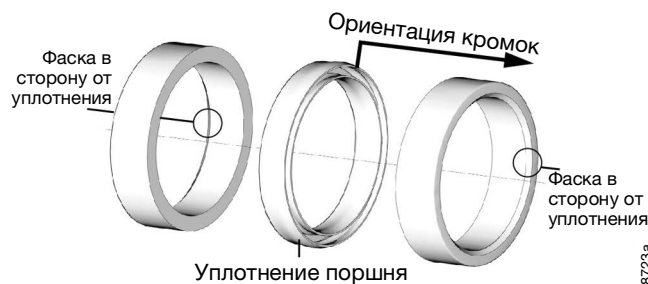

Рис. 26
- Фаска на опорных кольцах уплотнения должна быть направлена в сторону от уплотнения (Рис. 26).